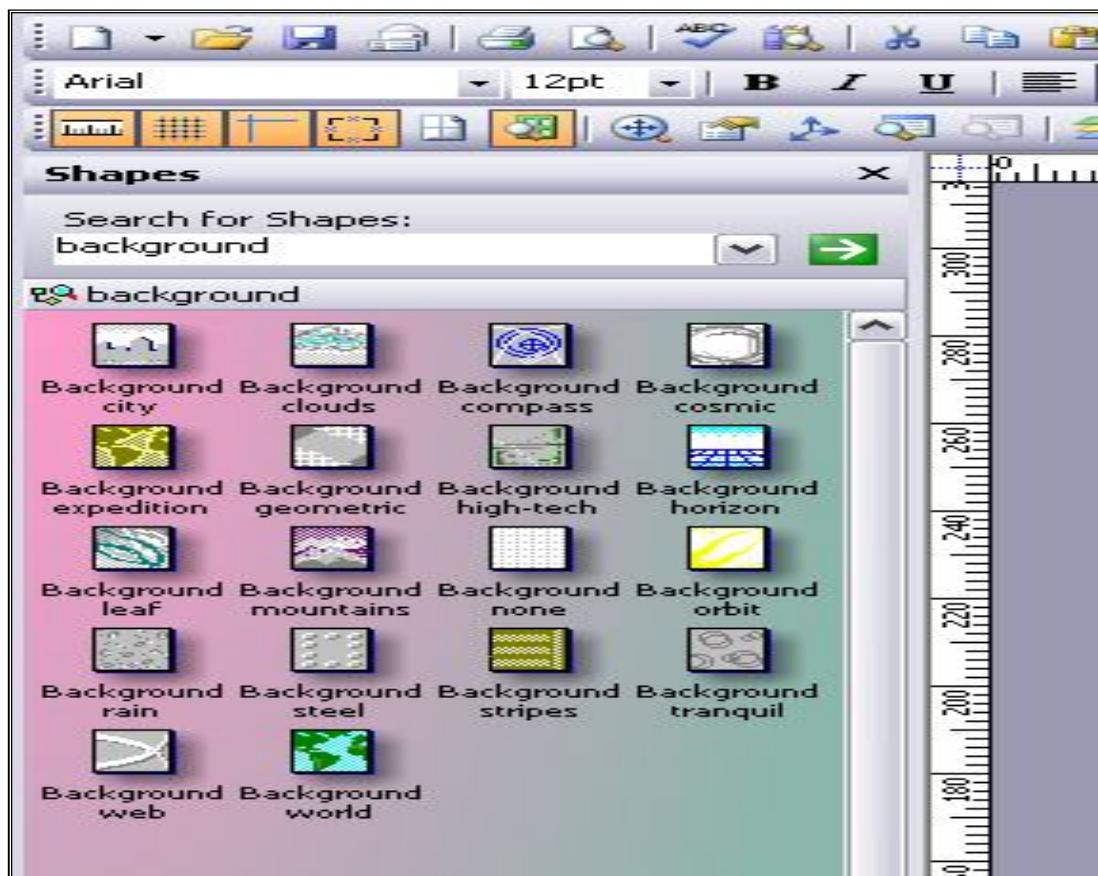

Рис. 57. Коллекция фоновых заставок
12. Программа Visio имеет свою коллекцию фонов, которую можно найти, используя функцию *Поиск (Search for Shapes* - с левой стороны рабочей области). Функция выполняет поиск различных шейпов по ключевым словам. В поле функции ввести ключевое слово «background» и нажать на стрелку справа (рис. 57). Из найденной коллекции фонов выбрать фон “Background word” и заменить им существующий.